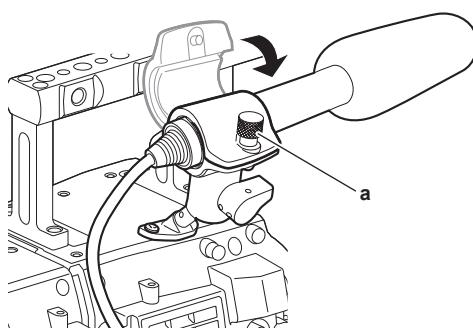

図 2
- 2 マイクを取り付け、固定ねじ (a) を締める。(図 2)